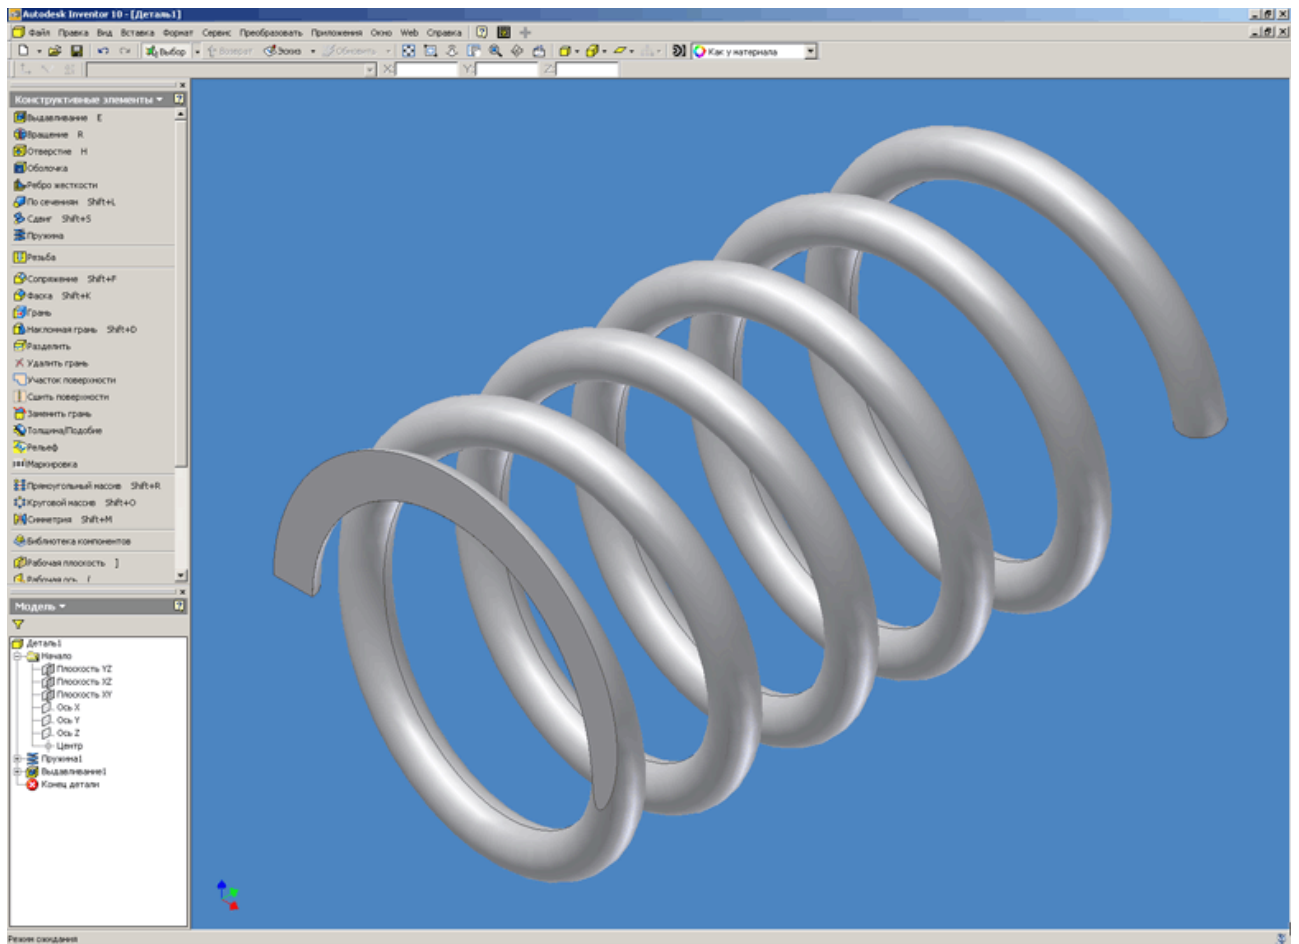

Рис. 9
9. Выполняем построение подрезки торца пружины нажав на кнопку «Ок» (см. Рисунок 9).